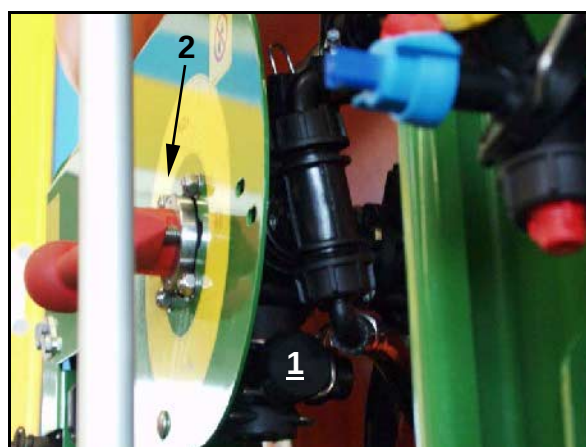

Fig. 217
8. Quite la caperuza (Fig. 217/1) de la conexión de prueba del lado presión de la conmutación VARIO (Fig. 215/6) o (Fig. 217/2).